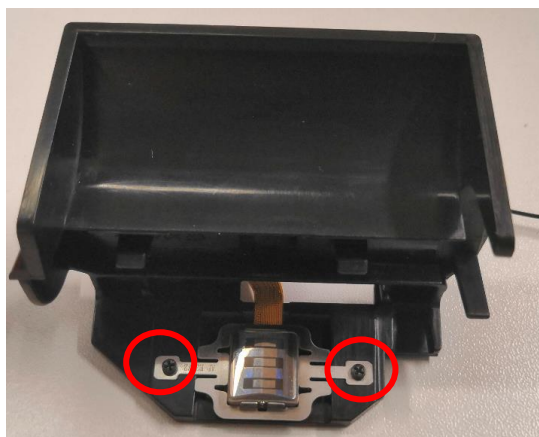

Рисунок 26. Демонтаж магнитной головки из основания принтера.
8. Установить магнитную головку в основание принтера, ориентируя её металлической частью наружу, направить шлейф магнитной головки сквозь специальное отверстие в основании принтера. Зафиксировать сборку двумя саморезами (**Рисунок 26**).